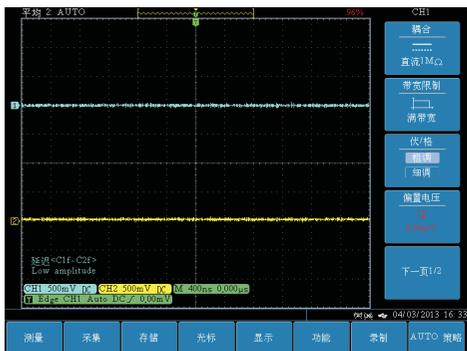
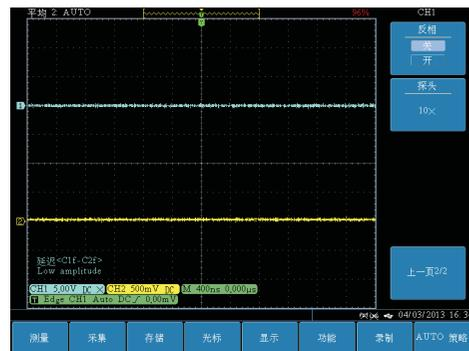

图2-1输入耦合为1MΩ
图2-2探头倍率为10×
1、使用P9550A无源探头时候，请将对应UTD9000示波器通道“耦合”设置为“1MΩ”（如图2-1所示），并将探头倍率设置为“10×”（如图2-2所示）。